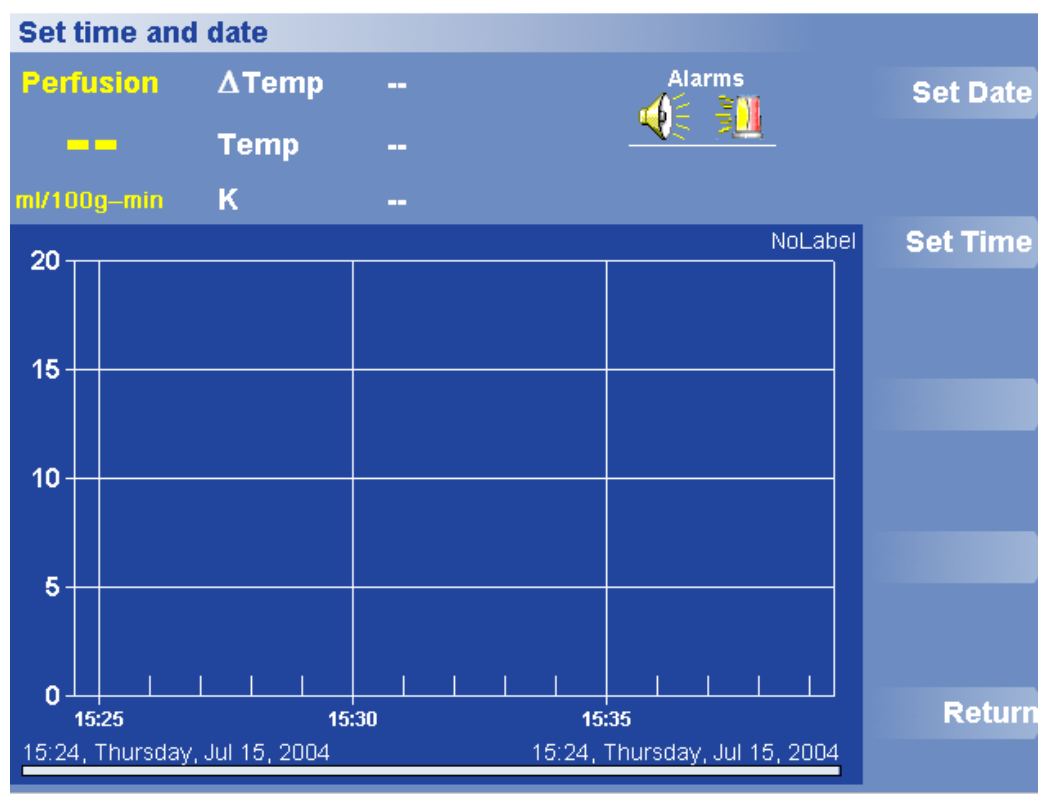

Figure 42. Menu Date/Heure
Cliquez sur Set Date/Time (Définir la date et l'heure) dans le troisième menu d'options pour ouvrir le menu Date/Time (Date/Heure) (figure 42).
2. Cliquez sur Définir la date et l'heure. Le menu Date/Heure apparaît (figure 42).